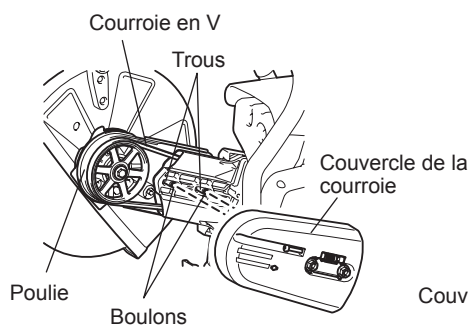

Fig. 6
- Retournez le dispositif de coupe que vous avez retiré, faites passer les boulons dans les trous, puis réinstallez le dispositif en position B. Remontez ensuite la courroie en V sur la poulie. (Fig. 6)